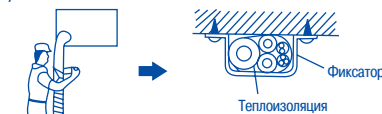

Рис. 23
- (1) Соберите трубопроводы, дренажный шланг и кабель (если это допускается действующими стандартами) в жгут и оберните его белой декоративной лентой.
- (2) Оберните лентой часть жгута, расположенную снаружи помещения, начиная от наружного блока (рис. 23).